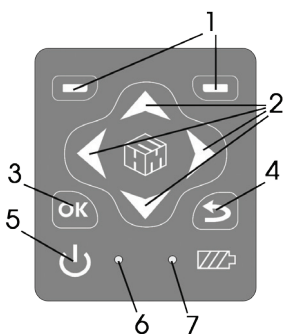

Рисунок 4
4.3.1. На клавиатуре блока НТМ-Терминал расположены (рис. 4):
5.7. Выбор пункта контекстного меню осуществляется с помощью левой или правой контекстной кнопки 1 (рис. 4)
- убедитесь, что загорелся индикатор 7 (рис. 4), который свидетельствует о начале заряда батареи;
- оставьте блок НТМ-Терминал подключенным к зарядному устройству до прекращения свечения индикатора 7 (рис. 4);
- одновременно с окончанием процесса заряда, индикатор «заряд аккумуляторной батареи» 7 (рис. 4) погаснет;
Если в процессе заряда аккумуляторных батарей произошел какой-либо сбой, индикатор 7 (рис. 4) будет мигать. В этом случае необходимо отсоединить блок питания от сети 220 В, и выдержав паузу (1 мин.), снова включить блок питания в сеть 220 В. В случае многократного повторения сбоя процесса заряда, необходимо обратиться в сервисный отдел ООО «НТМ-Защита» (контактная информация доступна на сайте [www.ntm.ru](http://www.ntm.ru)).
6.4.3. При наличии в комплекте поставки блока НТМ-Терминал включить его. Для этого необходимо нажать и удерживать не менее 3 с кнопку 5 (рис. 4). При этом должен загореться индикатор 6 (рис. 4), обозначающий включенное состояние блока НТМ-Терминал.
6.4.4. На клавиатуре блока НТМ-Терминал нажать правую контекстную кнопку 1 (рис. 4) «далее» для перехода в «главное меню». С помощью кнопок ◀ и ▶ перейти к пункту меню «подключения» и нажать кнопку **OK**. При этом осуществится переход в меню «подключения» к пункту «список» (рис.7).